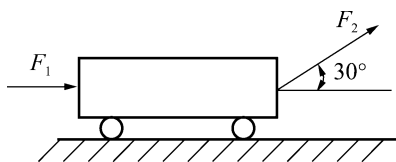

图9
32. 小车受力情况如图9所示, 已知 $F_1 = 30\text{N}$ 、 $F_2 = 50\text{N}$ 、 $\alpha = 30^\circ$, 则其合力为 ()。